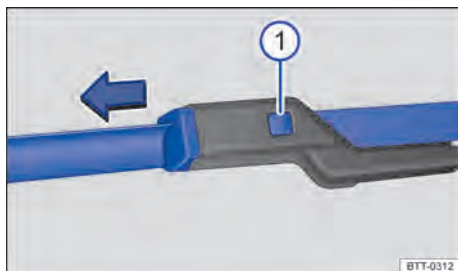

Fig. 178 Substituir as palhetas dos limpadores do para-brisa.
- Manter a tecla de destravamento → Fig. 178 ① pressionada e, ao mesmo tempo, retirar a palheta do limpador do para-brisa no sentido da seta.